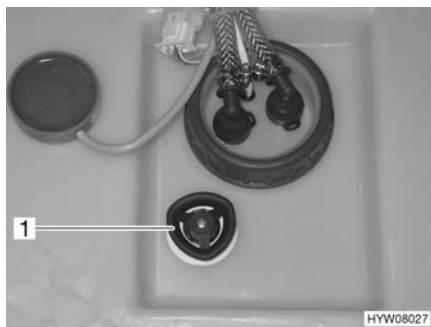

Fig. 114 Serbatoio dell'acqua con maniglia girevole
- Sul serbatoio dell'acqua, ruotare la maniglia girevole (Fig. 114,1) in senso orario fino all'arresto.
- Sul serbatoio dell'acqua, ruotare la maniglia girevole (Fig. 114,1) in senso antiorario fino all'arresto. L'acqua fuoriesce fino a ca. 20 litri.
- Sul serbatoio dell'acqua ruotare la maniglia girevole (Fig. 114,1) in senso antiorario, oltre la resistenza verso l'esterno fino all'arresto, per aprire completamente l'apertura di scarico.